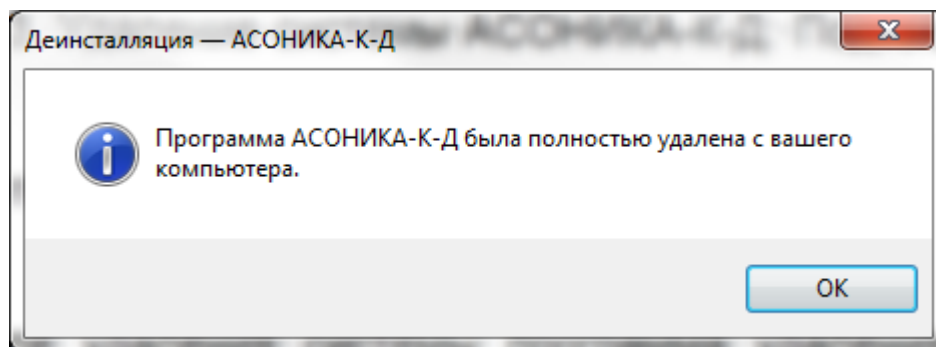

Рисунок 3.15. Удаление системы АСОНИКА-К-Д: Сообщение об успешном удалении
После удаления системы программа удаления сообщит Вам об этом (см. рисунок 3.15) для выхода из программы.
- Нажмите кнопку «Ок» (см. рисунок 3.15) для выхода из программы. На этом процесс удаления системы завершен.